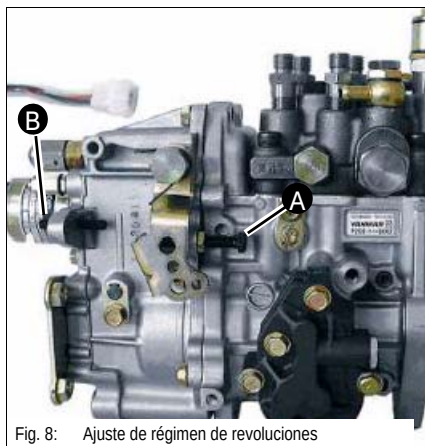

Fig. 8: Ajuste de régimen de revoluciones
- ☞ Girar el motor del cigüeñal en sentido de las agujas del reloj (visto desde el refrigerador de agua) hasta el punto muerto superior (OT) del primer cilindro y controle si las dos levas miran arriba hacia la izquierda y la derecha
- ☞ Desatornillar el tubo de inyección del primer cilindro y sustituir por el tubo de goteo (Fig.8) (colocar debajo un recipiente colector)
- ☞ En caso de divergencia ajustar conforme a Fig. 8.